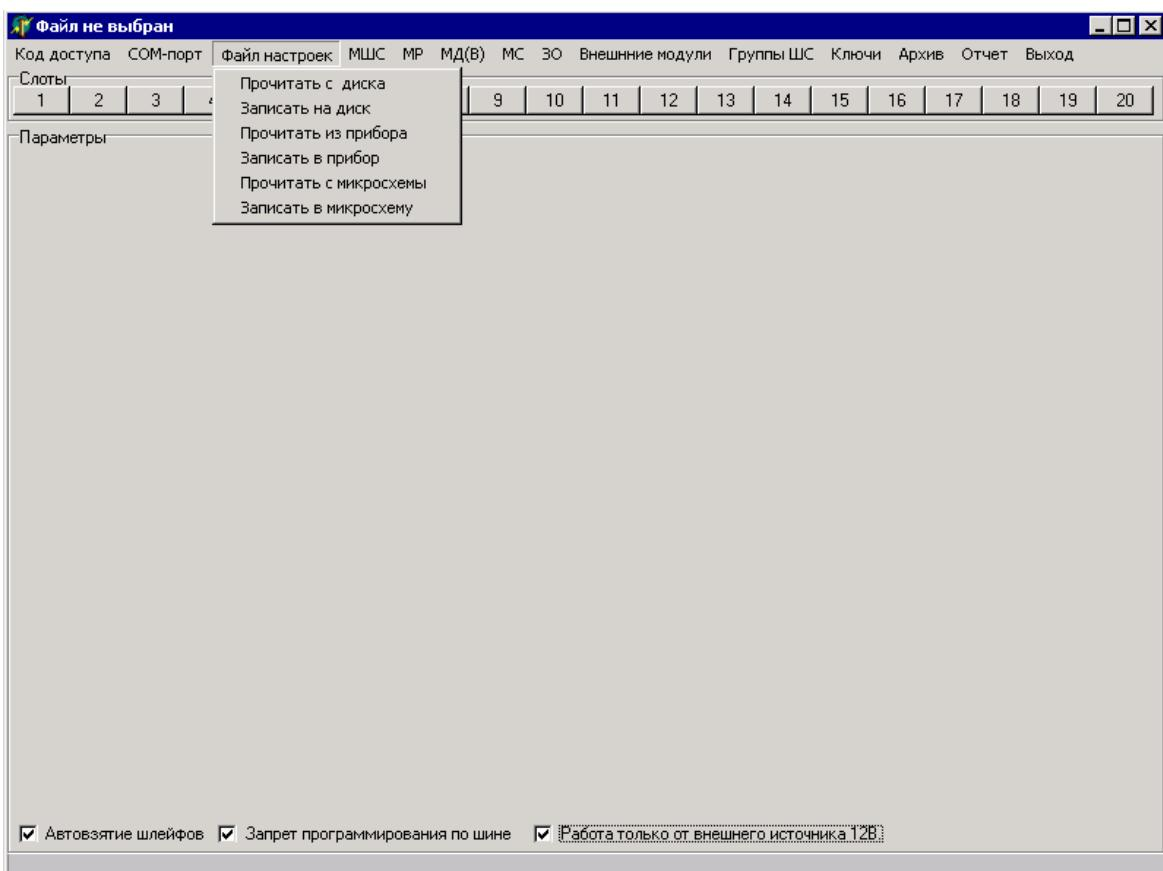

Рис. 4
2.1.2.4 Программа предназначена для работы в трех режимах (рисунок 4):
2.1.2.5 Для автоматического восстановления охраны шлейфов сигнализации (далее по тексту – ШС) прибора после его перезапуска необходимо в нижней части основного окна программы установить флаг «Автовзятие шлейфов» (рисунок 4).
При установке в нижней части основного окна программы флага «Запрет программирования по шине» (рисунок 4) невозможны чтение / запись файла настроек непосредственно из памяти / в память прибора.
Если питание прибора осуществляется от внешнего источника постоянного тока, необходимо в нижней части основного окна программы установить флаг «Работа только от внешнего источника 12В» (рисунок 4).